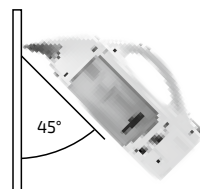

Bild 5
- Rengör fönstret som vanligt med vatten och rengöringsmedel. Slå på fönstervätten med strömbrytaren, då lyser kontrolllampan stabilt grönt. Sätt apparaten med gummiläppen på ytan som ska torkas av och dra den med lätt tryck uppifrån och ner över ytan. Du erhåller bästa resultat, om du håller apparaten i 45°-vinkel mot ytan (se bild 5).